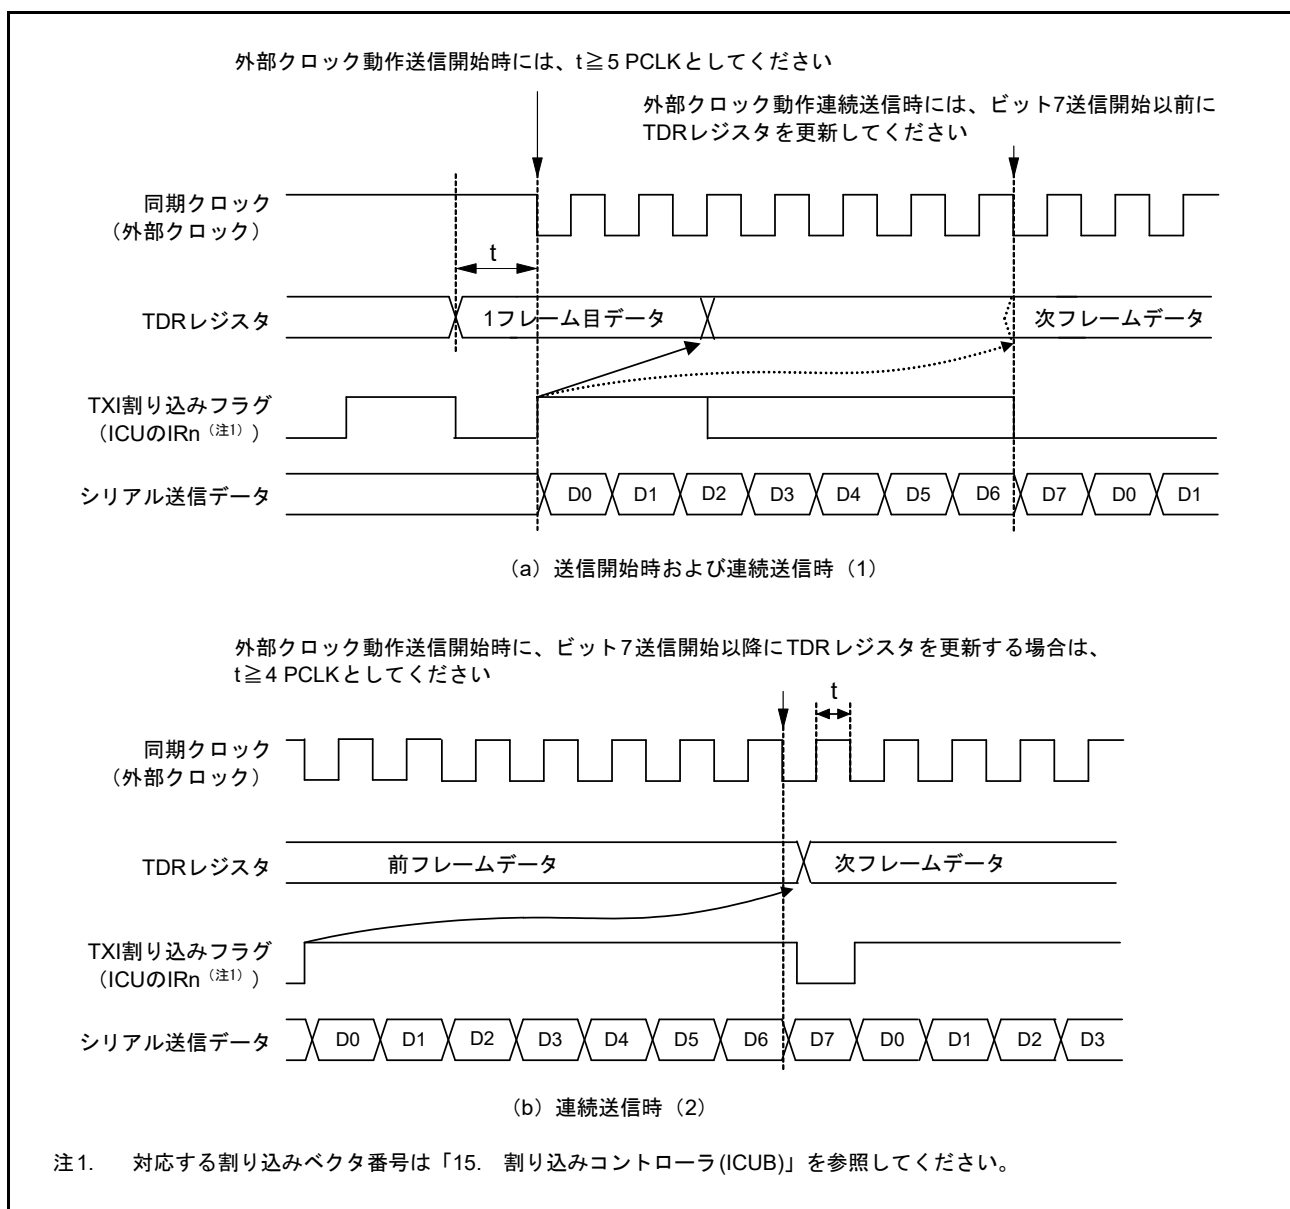

図 37.80 クロック同期式モード送信での外部クロック使用の制約事項
CPU、DMAC または DTC による TDR レジスタの更新後、PCLK で 5 クロック以上経過した後に送信クロックを入力してください (図 37.80 参照)。
- ビット7の送信クロックの立ち上がり以前に、TDR レジスタまたは TDRL レジスタに次の送信データを書き込んでください (図 37.80 参照)。
- ビット7送信開始以降に TDR レジスタを更新する場合は、同期クロックが Low の期間に TDR レジスタを更新し、かつビット7の送信クロックの High 幅を、4 PCLK 以上にしてください (図 37.80 参照)。